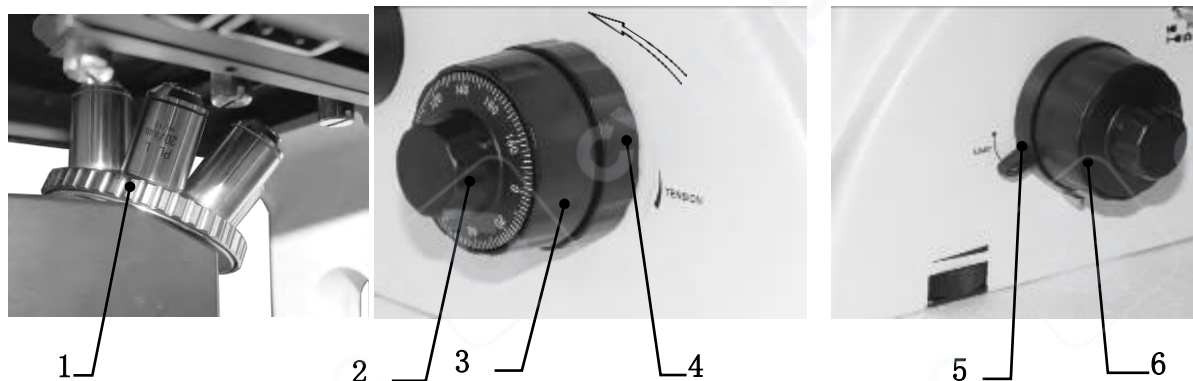

Рис. 11
(1) Грубая фокусировка осуществляется с помощью маховиков грубой фокусировки ② или ⑤, расположенных по бокам корпуса, а точная фокусировка — с помощью коаксиального маховика точной фокусировки ①. Поворот маховиков по часовой стрелке опускает предметный столик, а против часовой стрелки — поднимает. Минимальное деление маховика точной фокусировки составляет 2 мкм. См. рисунок 11.
(2) Поверните револьвер ①, чтобы установить 10-кратный объектив в световой путь (при правильной установке объектив автоматически фиксируется).
(3) Поверните маховик грубой фокусировки ③, чтобы поднять объектив в верхнее положение. Затем, наблюдая через окуляр, медленно вращайте маховик, опуская объектив, пока в поле зрения не появится изображение образца. После этого остановите вращение маховика грубой фокусировки.
(4) Вращайте маховик точной фокусировки ④ для точной настройки фокуса, чтобы получить четкое изображение образца.
(5) Зафиксируйте ограничительный маховик подъема объектива ④ в направлении, указанном на рисунке. Эта регулировка предотвращает столкновение объектива с предметным столиком или образцом при использовании объективов с коротким рабочим расстоянием. При замене объектива достаточно повернуть маховик грубой фокусировки до заранее установленного уровня и затем использовать точный фокус для быстрой настройки микроскопического изображения образца.
(6) **Регулировка натяжения маховика грубой фокусировки:** Перед отправкой прибора натяжение маховиков грубой фокусировки ② или ⑤ было настроено на средний уровень. Если вы хотите изменить натяжение, используйте регулировочный маховик ③. Поворот по часовой
стрелке уменьшает натяжение (легче вращать маховик), а против часовой стрелки — увеличивает (тяжелее вращать маховик). См. рисунок 11.